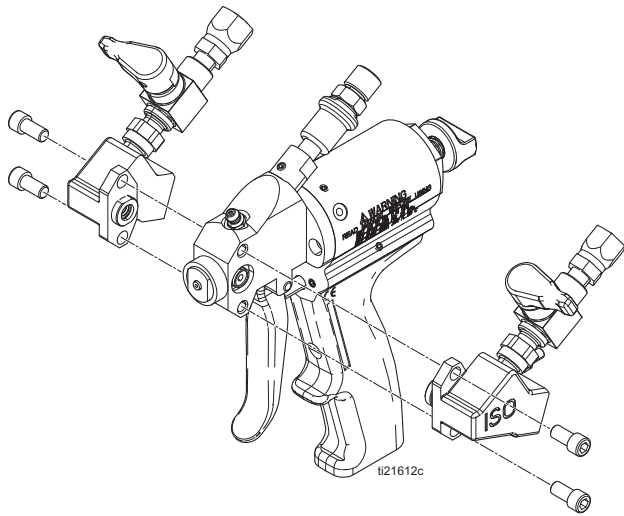

FIG. 11 Conjunto de blocos laterais
3. Verifique se o travão de segurança do pistão (67) foi apertado e completamente enroscado na pistola.
4. Retire os blocos laterais, removendo os parafusos. Consulte a FIG. 11, página 18.
5. Retire um dos compartimentos dos vedantes dos blocos laterais (17) do bloco lateral. Deixe o vedante (30) no compartimento e enxague com um solvente adequado.